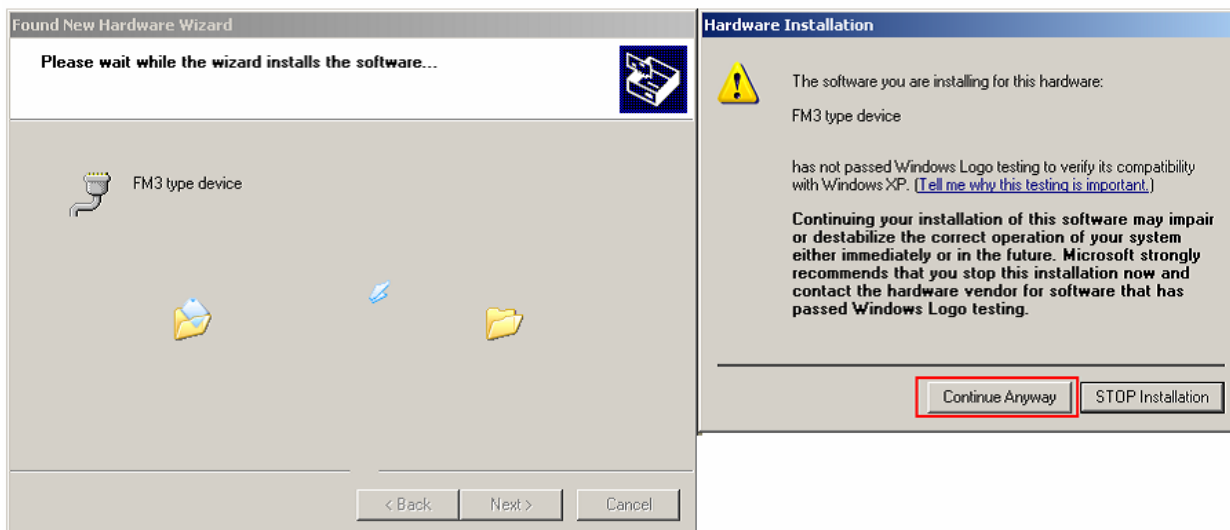

Рис. 6.2.3.4 Установка драйвера.
4. Идет установка драйвера. При появлении соответствующего запроса нажмите «Продолжить» (рис. 6.2.3.4).